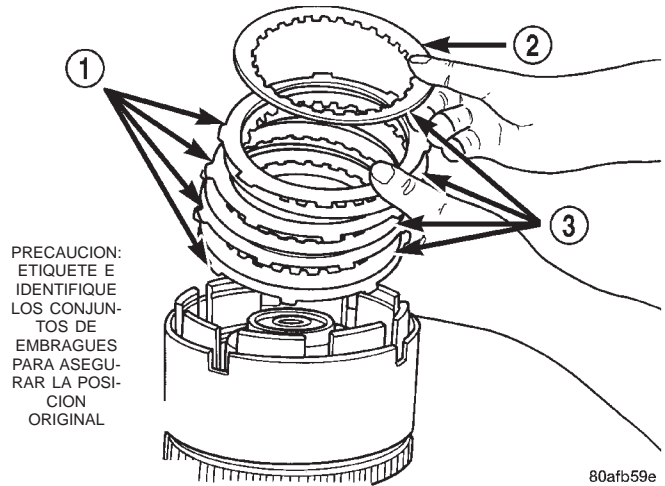

Fig. 233 Conjunto del embrague de submultiplicación
(10) Instale el conjunto de embrague de submultiplicación. Deje fuera el disco superior, hasta que instale el anillo de muelle (Fig. 233).